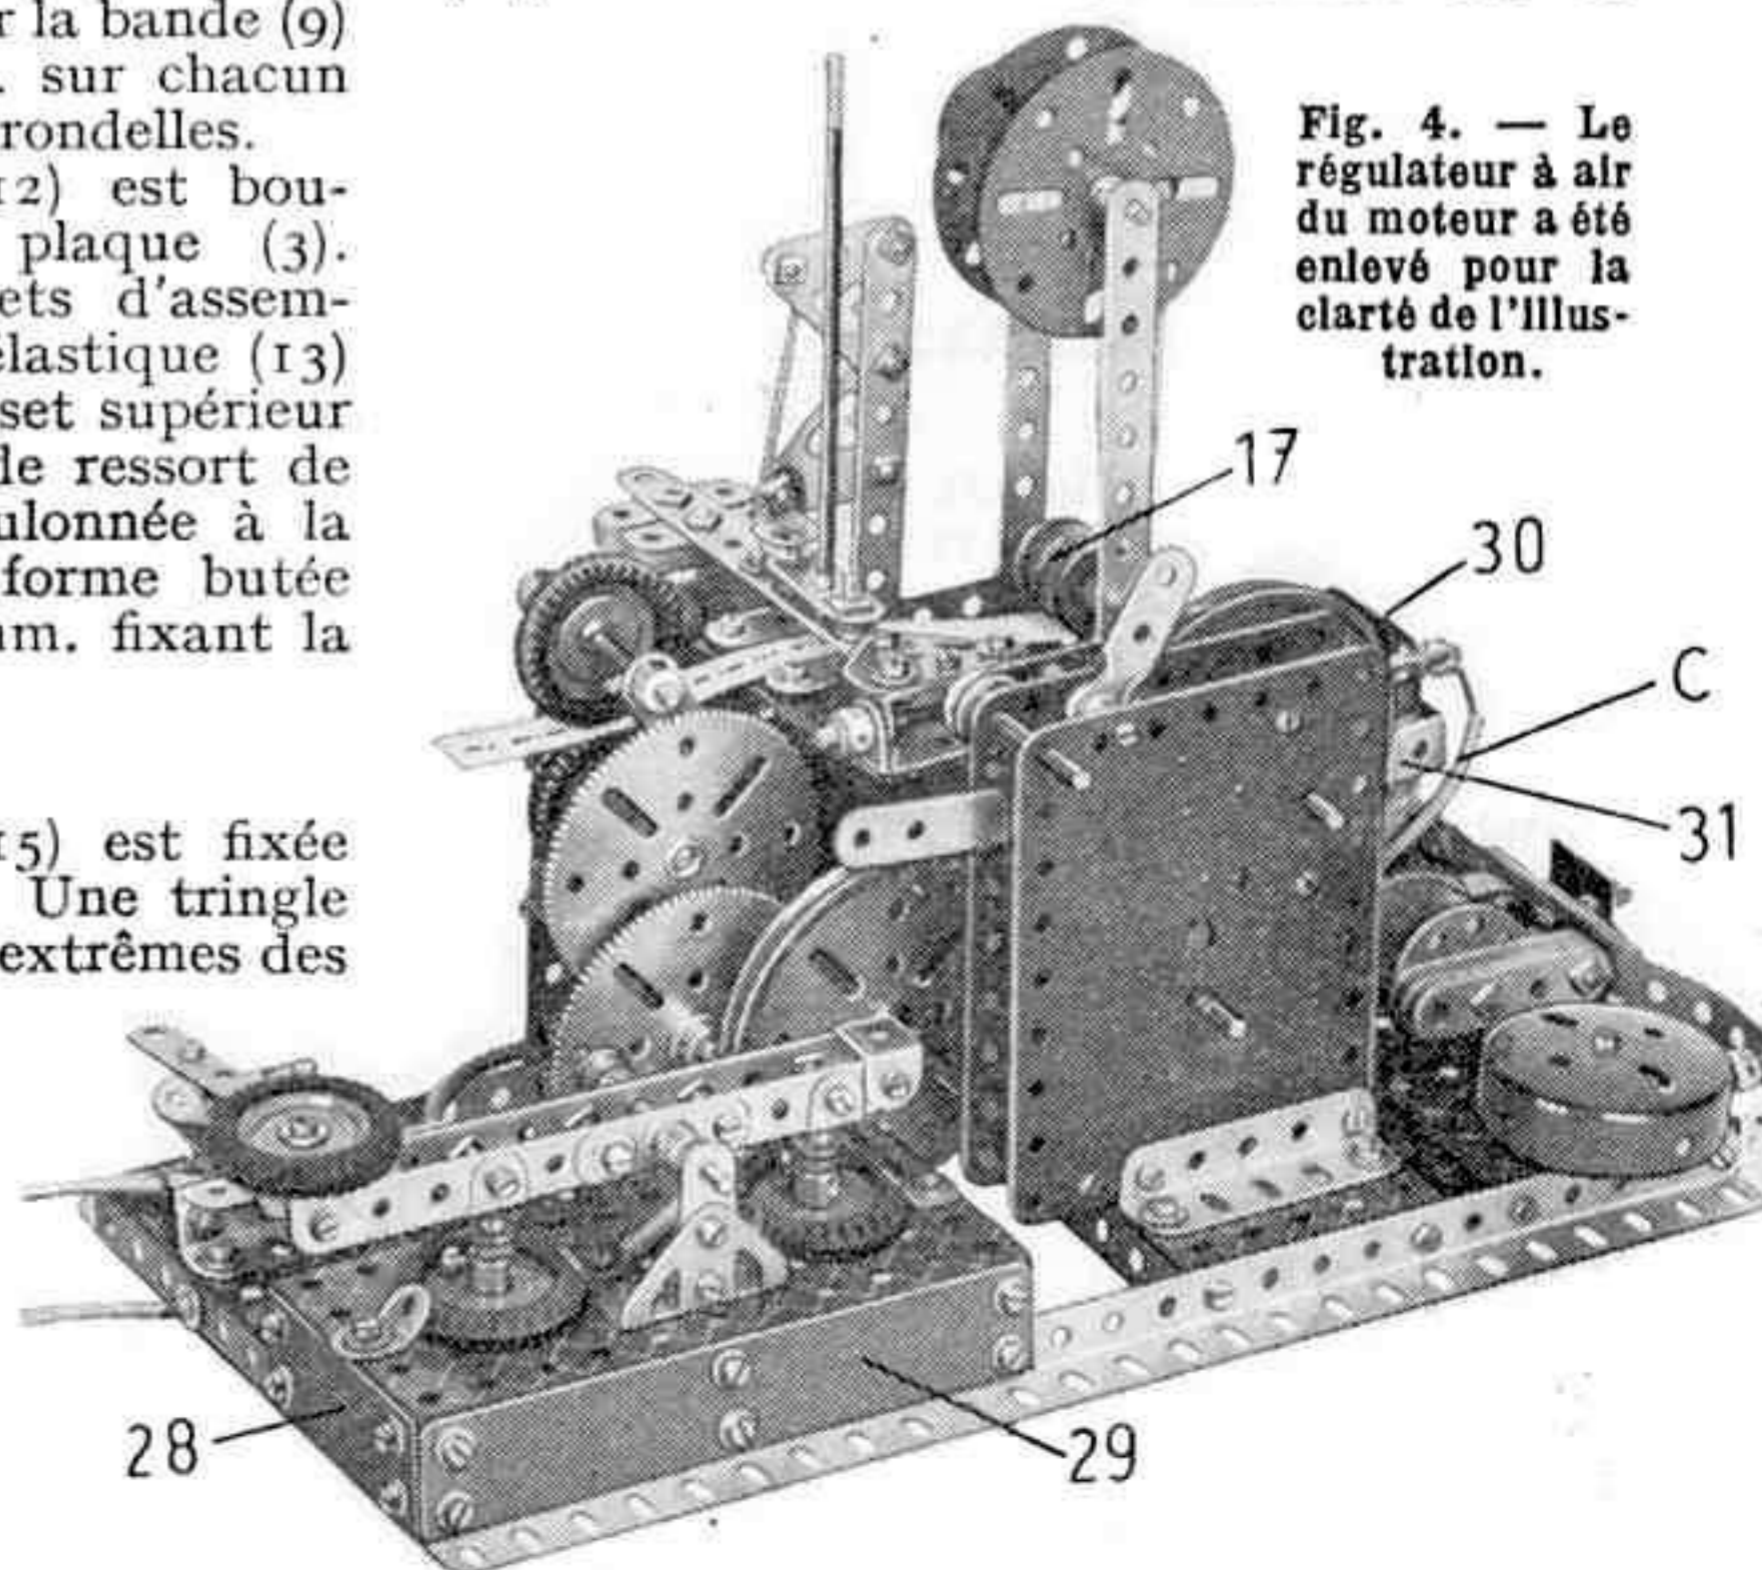
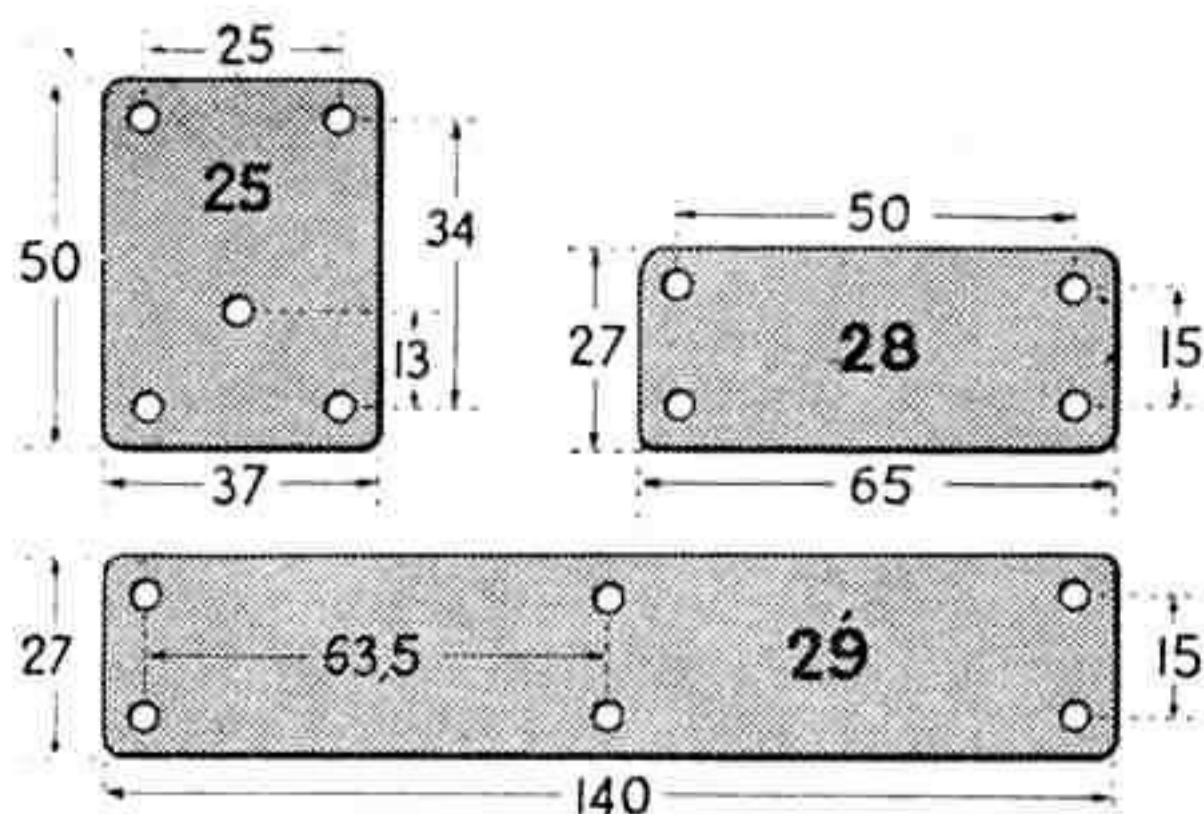

Fig. 4. — Le régulateur à air du moteur a été enlevé pour la clarté de l'illustration.
Fig. 5. — Pièces à découper dans du carton fort.
Le commutateur est construit sur une plaque (25) dont la figure 5 donne le dessin. Cette pièce sera découpée dans du carton fort de 2 mm. d'épaisseur et fixée à une cornière de 5 trous boulonnée sur la cornière (1). Deux équerres fixées sur la plaque (25) forment les plots du commutateur. Le bras de celui-ci est une bande de 5 trous sous laquelle un support plat est tenu par un boulon (26). Un boulon de 19 mm. (27) passe successivement dans une
La figure 4 montre l'ensemble du télégraphe. Le manipulateur doit être soigneusement isolé du reste du modèle ; il sera fixé à l'aide de deux bandes de carton fort (28) et (29), décrites sur la figure 5. En outre, une feuille de papier ou de carton de  $14,5 \times 7$  cm. sera placée entre la plaque à rebords formant le socle du manipulateur et la base du modèle proprement dit. On peut aussi fixer le manipulateur sur une planchette de bois.